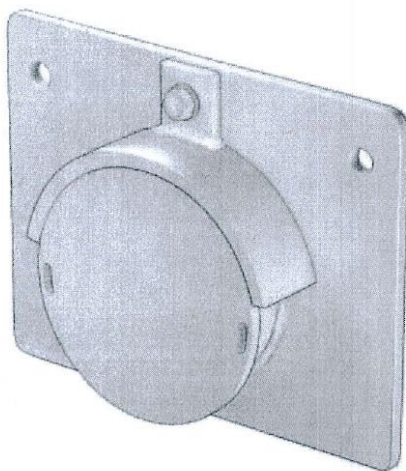

Рис.7 Устройство подвеса УЭ из синтетических нитей
3.1. Выполнить крепление кабеля к неподвижному подвесному устройству на стене шахты (рис.7).